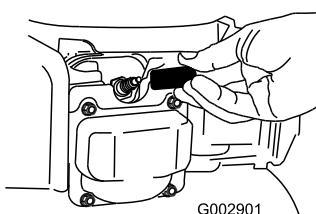

Figure 30
- Débranchez la bougie (Figure 30) avant de procéder à un quelconque entretien.